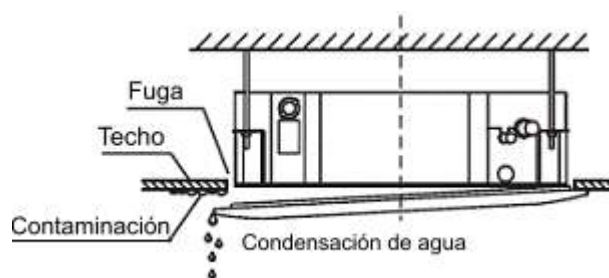

Fig. 4-14
- El fallo descrito en la Fig. 4-14 puede deberse a que el tornillo no se ha apretado lo suficiente.